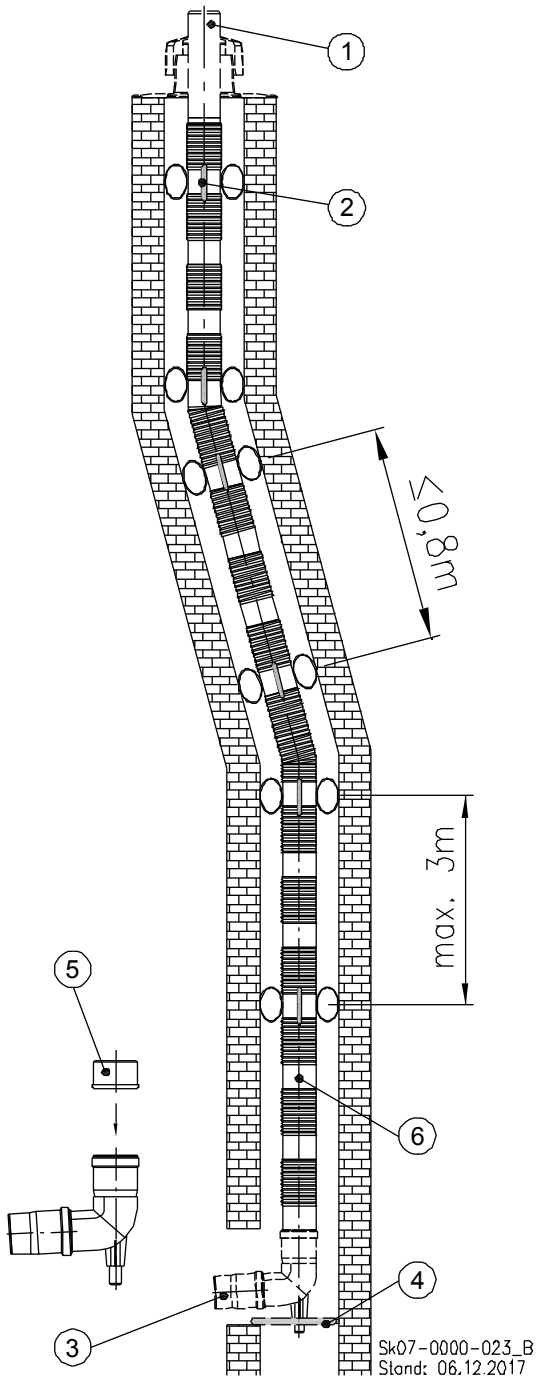
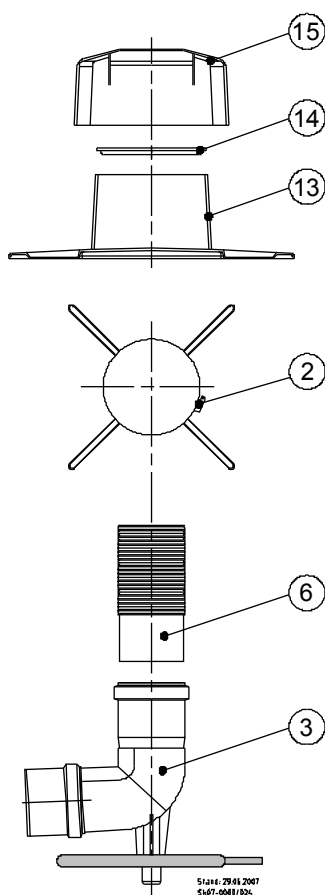

Fig. 40 : Système de cheminée, flexible
Fig. 42 : Plan détaillé fixation au terminal
Légende de la Fig. 40 :
Légende de la Fig. 42 :
②	Entretoise
③	Arc d'appui avec son appui
⑥	Conduite flexible d'évacuation des gaz
⑬	Partie inférieure du terminal
⑭	Collier de tuyau flexible
⑮	Capot
- ➔ Glissez d'abord la partie inférieure cache de la cheminée ⑬ (v. Fig. 42) par l'extrémité du tuyau d'évacuation ① (v. Fig. 40).
- ➔ Elargissez la bride de serrage du tuyau flexible ⑭.
- ➔ Faites glisser la bride du tuyau flexible sur l'extrémité de la tuyauterie jusqu'en butée sur la plaque cache de la cheminée ⑬.